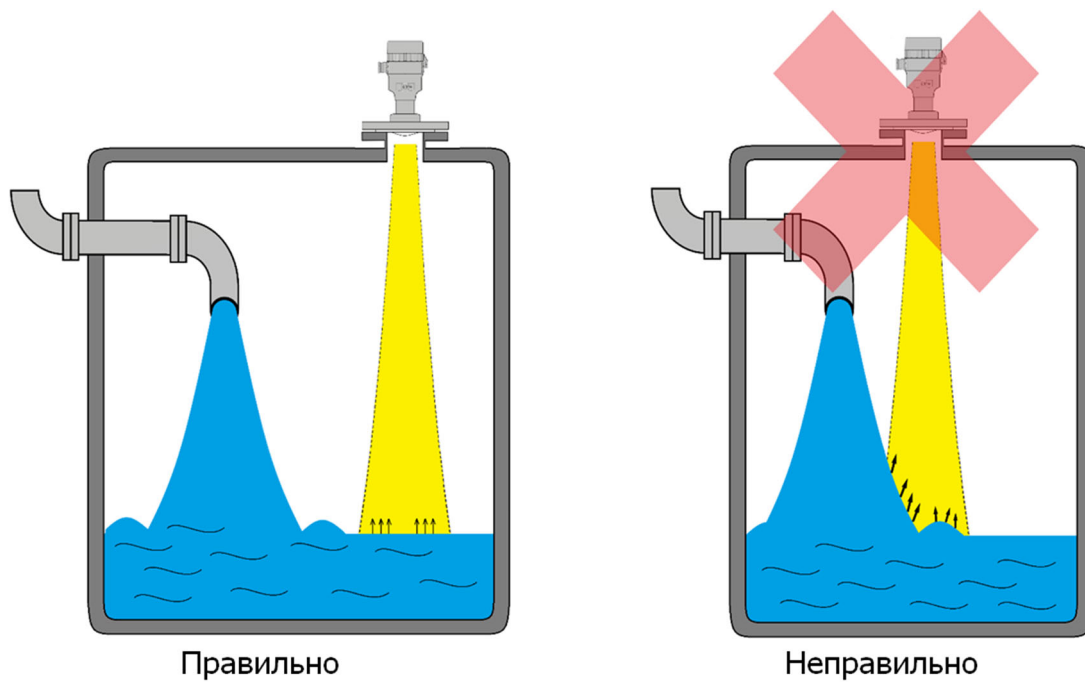
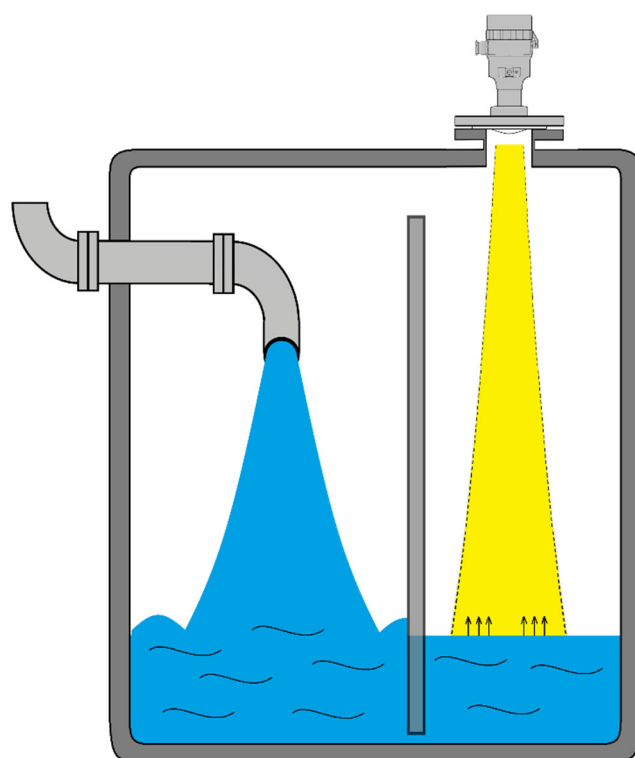

Рисунок 11 - Правильное и неправильное расположение преобразователя
Рисунок 12 - Правильное и неправильное расположение преобразователя
- не допускается попадание поступающего потока измеряемой среды в измерительный луч преобразователя, так как в процессе наполнения резервуара возможно возникновение ситуации, при которой измерения уровня будут невозможны из-за потери отраженного сигнала (рисунок 11). Для предотвращения потери отраженного сигнала при попадании поступающего потока измеряемой среды в измерительный луч преобразователя рекомендуется устанавливать в резервуаре перегородки (рисунок 12);